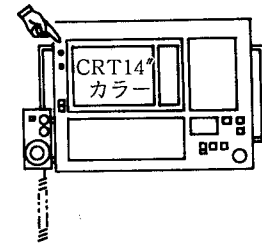

図2-7 コントロールボックスPOWER
- ④ コントロールボックスPOWERを“ON”にする。(図2-7)